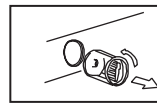

fig. 2
- 2 Svitare il filtro girandolo in senso antiorario (Fig. 2);